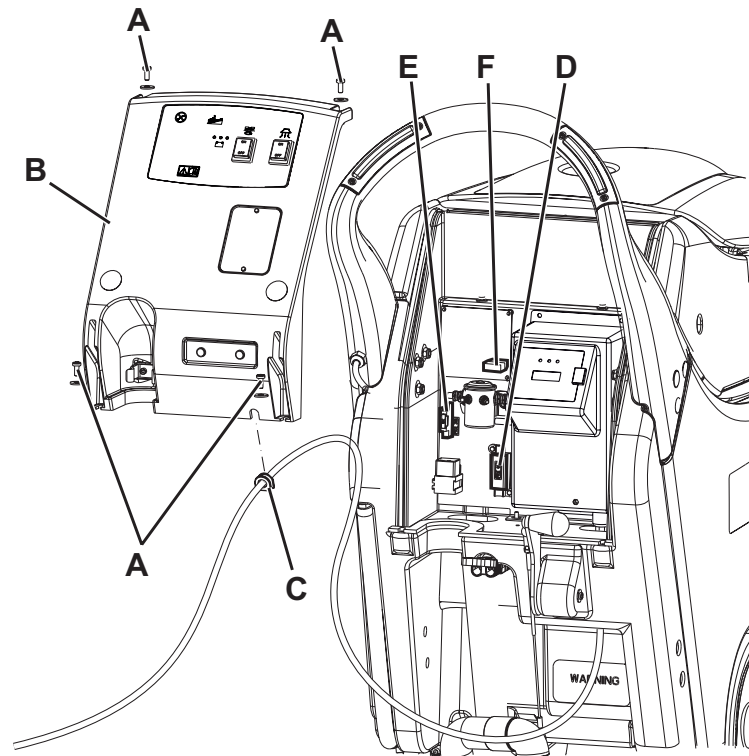

Abbildung 10
1. Batteriestecker (8) trennen.
2. Schmutzwasserablassrohr (11) verschieben.
3. Das Kabel des Ladegeräts vom Halter (5) entfernen.
4. Die Schrauben (A, Abb. 10) entfernen und vorsichtig die Platte (B) verschieben, indem man das kleine Gummi (C) aus dem Sitz der Platte (B) entfernt.
- (D) Sicherung F1 (40 A), Bürstenkopfmotor
- (E) Sicherung F2 (30 A), Ansauganlage
- (F) Sicherung F3 (5 A), Platine